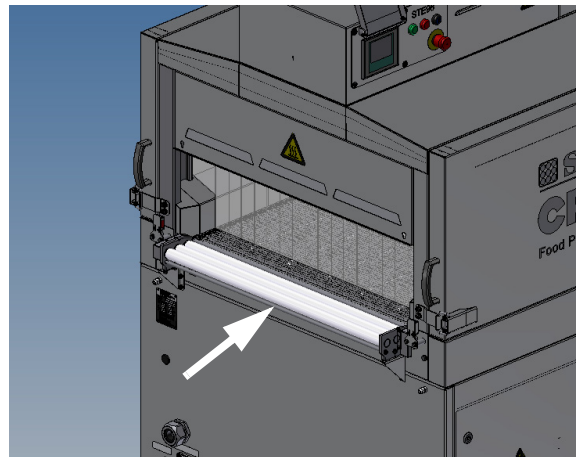

Рис. 4.6, Ведомые ролики на участках загрузки и разгрузки (с силиконовым покрытием)
- Ведомые ролики на участках загрузки и разгрузки (с силиконовым покрытием, см. рис. 4-6)